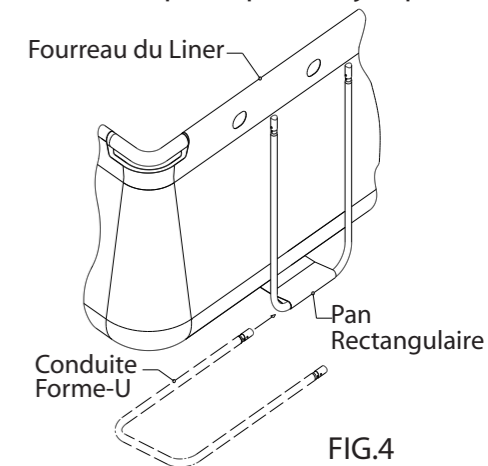
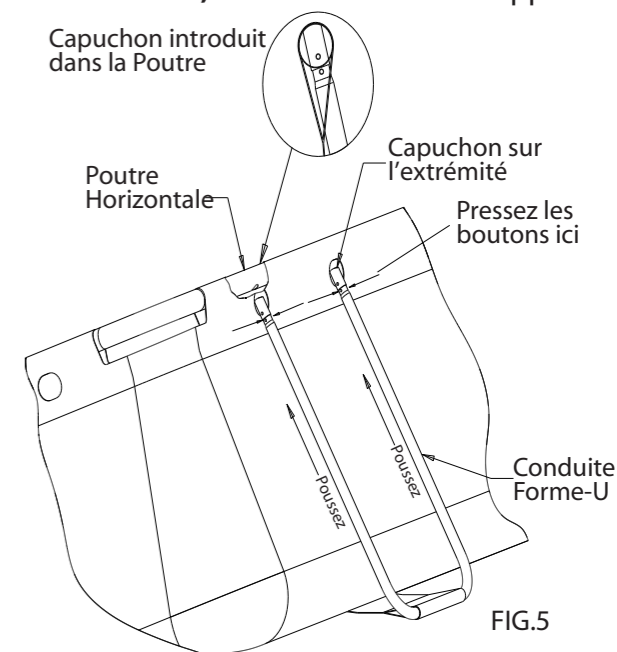

FIG.4
FIG.5
4. Ensuite enfiler chaque conduite (Forme-U) dans le fourreau de chacun des pans rectangulaires attachés au fond de la piscine, Fig. 4. **Notez: Avant d'élever la paroi, l'échelle doit être assemblée pour faciliter aux aides l'entrée et la sortie dans la piscine, le mode d'assemblage de l'échelle est attaché à l'échelle.** Ensuite, de l'intérieur de la piscine une ou deux personnes devront soutenir les (Poutres Horizontales) en élevant la paroi de la piscine pendant qu'une autre personne introduit les conduites supports (Forme-U) Fig. 5. Introduisez les extrémités encapuchonnées des conduites (Forme-U) dans les trous de l'assemblage des (Poutres Horizontales) en pressant le jeu de boutons inférieur Fig. 5 et en poussant les extrémités encapuchonnées dans la Poutre Horizontale jusqu'à l'arrêt. Assurez-vous que toutes les conduites (Forme-U) sont pleinement introduites et vérifiez que toutes les sections sont solidement attachées. Répétez cette opération pour le **CÔTÉ OPPOSÉ**, ensuite installez les supports (Forme-U) aux deux **COURTS CÔTÉS**.